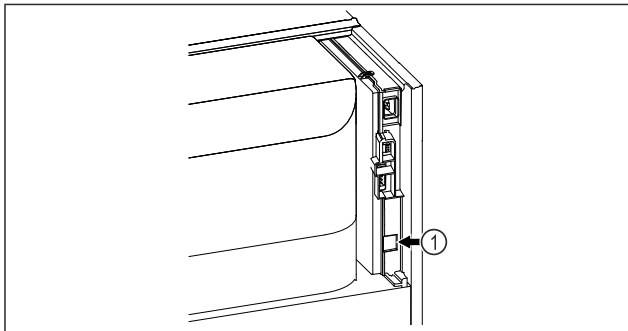

Fig. 128
- ❑ A SmartModule Fig. 128 (1) be van helyezve.